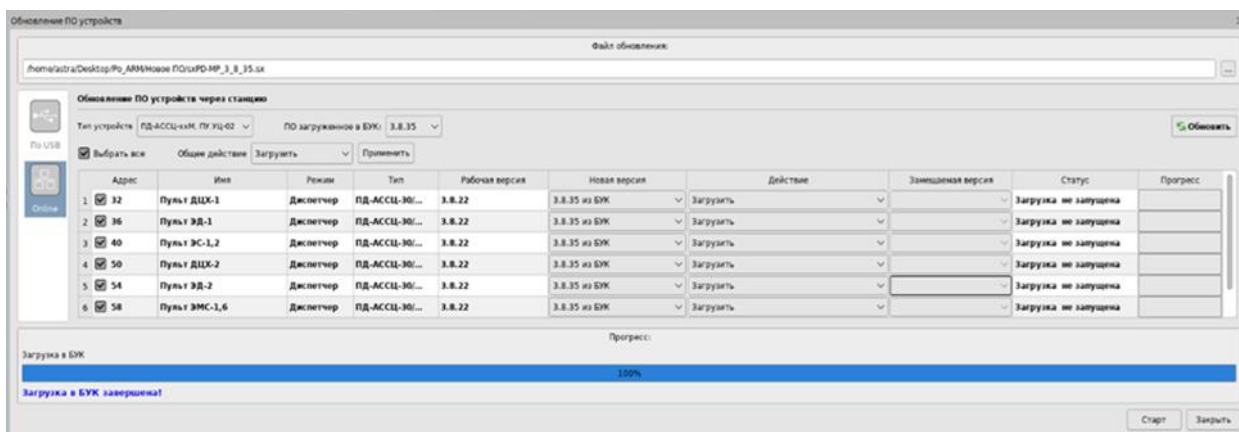

Рисунок 4.35 – Завершение загрузки файла обновления в БУК
5) далее нажать кнопку «Старт» для загрузки файла обновления в память БУК. Ход выполнения отобразится на строке прогресса (см. рисунок 4.35). После завершения загрузки под строкой прогресса отобразится сообщение «Загрузка в БУК завершена», в поле «ПО загружено в БУК» – версия файла обновления;